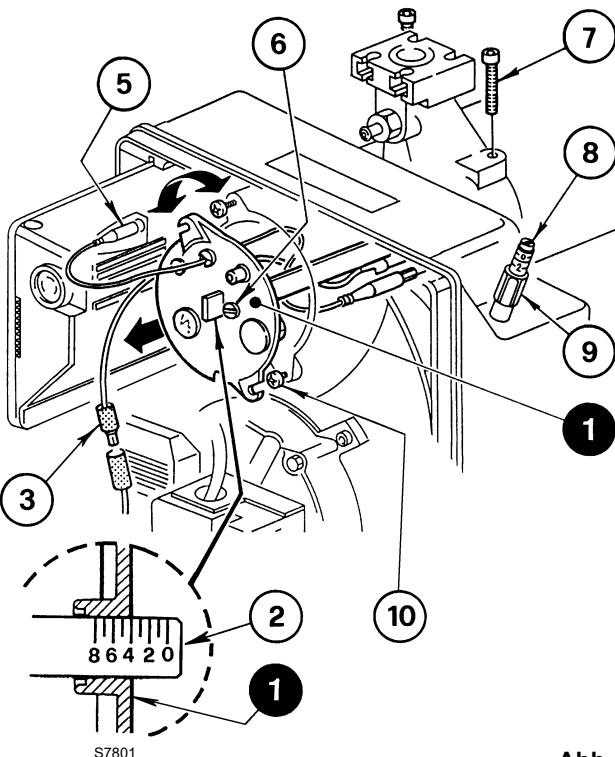

Abb. 11
Sie erfolgt, indem die Stellschraube 6)(Abb. 11) im oder gegen den Uhrzeigersinn gedreht wird, bis die am Stellbügel 2) vorhandene Raste mit der Außenfläche des Kopfblocks 1) übereinstimmt.
In Abb. 11 ist der Stellbügel für den Kopf auf die Raste 4 eingestellt.
Für die Entnahme der Kopfeinheit (Abb. 11) wie folgt vorgehen:
Für den erneuten Einbau die obigen Angaben in umgekehrter Weise ausführen und die Kopfeinheit 1)(Abb. 11) wieder an ihrem ursprünglichen Platz anbringen.
**VORSICHT** Die Schrauben 7) einschrauben (Abb. 11), ohne sie bis auf Anschlag zu bringen. Mit einem Anzugsmoment von 3 - 4 Nm festziehen.
Sollte sich der an der Ansaugöffnung vorhandene Druckanschluss 11)(Abb. 11) unbeabsichtigt lockern, wird die korrekt erfolgte Befestigung empfohlen, wobei zu überprüfen ist, dass die Bohrung (F) (Abb. 11) im inneren Teil der Kopfeinheit 1)(Abb. 11) nach unten gerichtet ist.